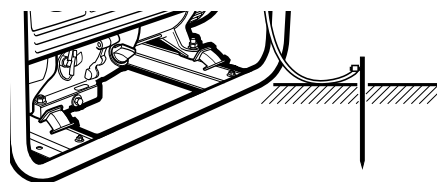

Рис. 13
2. Проверьте заземление генератора (рис. 13). Следуйте требованиям правил установки заземления, описанным в пункте 9.4, (стр. 20) «Заземление» настоящего руководства.